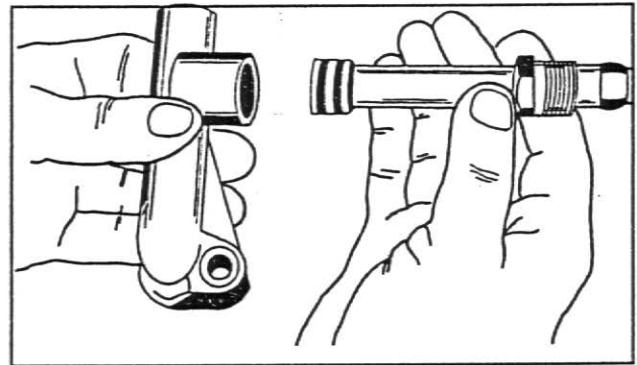

Fig. 7
5. Remova manualmente o tubo de vazão junto a válvula de alívio, fig. 7.